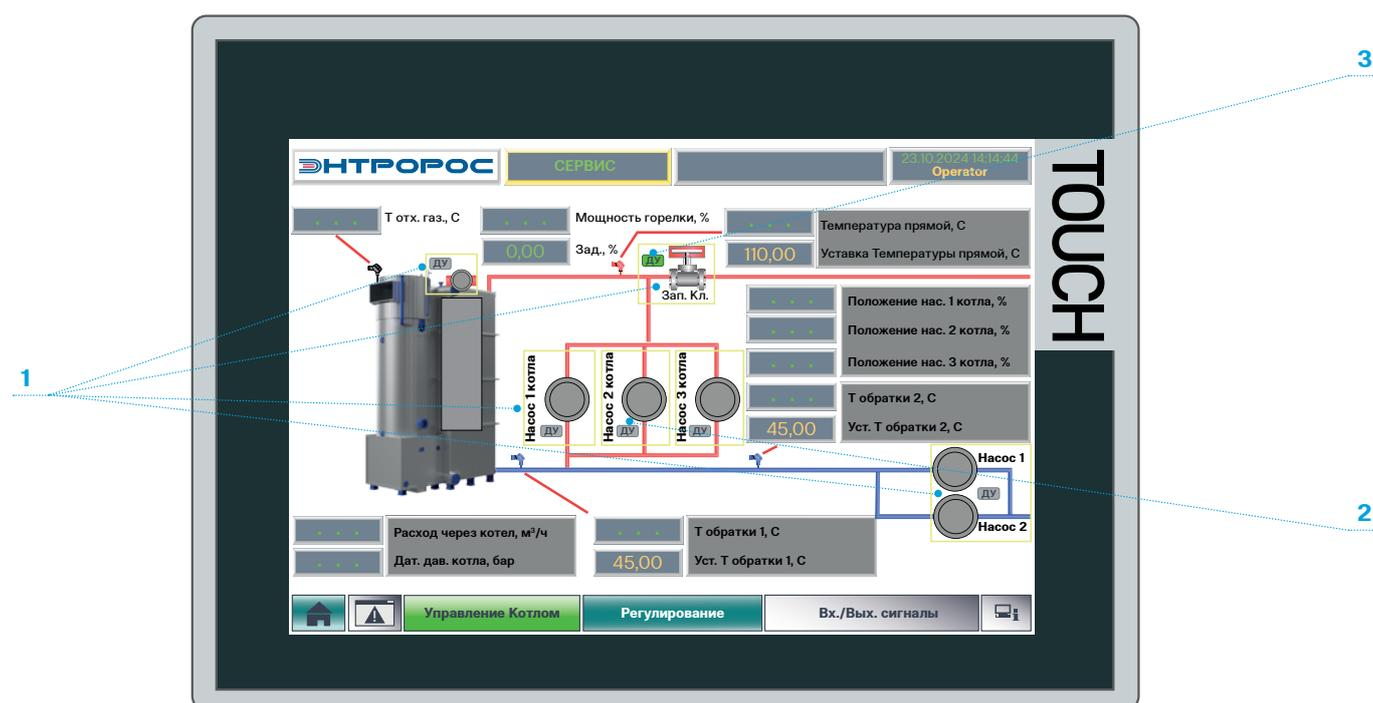

Рис. 8
Данная мнемосхема содержит визуализацию котлового контура с отображением основных ИМ, основных аналоговых параметров и уставок регулятора технологических процессов ПКА (рисунок 8).
При переходе ПКА в режим «Сервис» становится возможно управление исполнительным механизмом, при этом у каждого конкретного ИМ появляется свой сигнализатор управления в ДУ (2) рис. 8), а также становится доступно всплывающее меню управления ИМ — кнопка с желтой рамкой (1) рис. 8), которая соответствует каждому конкретному ИМ.
При выводе ИМ в ДУ, сигнализатор подсвечивается зеленым цветом (3) рис.8). Возможность управления ИМ в режиме «Сервис» доступна в отладочном режиме из подменю «Вх./Вых. сигналы», подраздел 3.5.5.3.